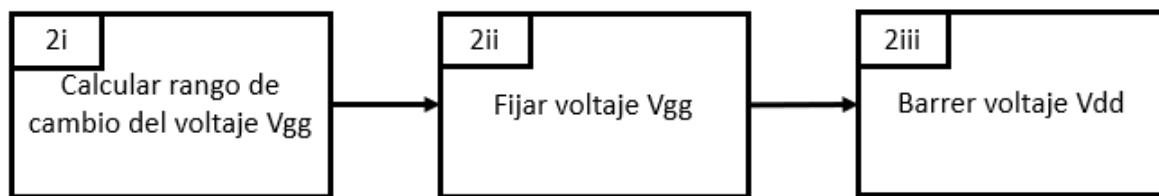

Figura 60. Diagrama a bloques de las funciones que realiza la parte del programa de medición de curvas cambiando V_{dd} (2).
Comparando el código de la figura 66 con el diagrama para la parte de **Medición de curvas cambiando el voltaje V_{dd} (2)** de la figura 60, cada una de las siguientes tres líneas de código corresponde a una función del bloque.